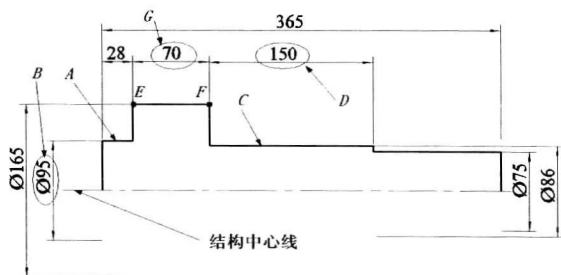

图1-1
【练习1-1】： 草绘阶梯轴半侧轮廓线，如图 1-1 所示。
3. 参照图 1-1 标注直径尺寸。
4. 参照图 1-1 标注线段尺寸。